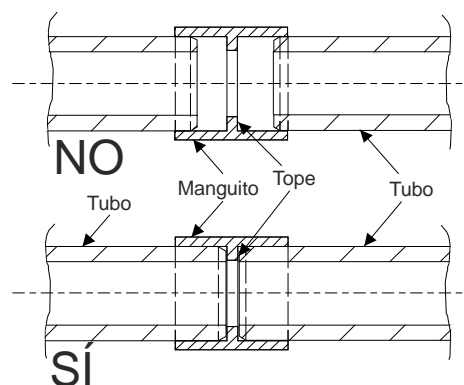

Fig. 23 Unión de los tubos
- Las distintas secciones de tubo se unen mediante racores. Para ello, y en función del material de tubería empleado, se aplicará el procedimiento de pegado según el cap. 5.5.2 o 5.5.3, o bien el procedimiento de encaje a presión según el cap. 5.5.4. Los tubos deben introducirse en los racores hasta que hagan tope (**Fig. 23**).